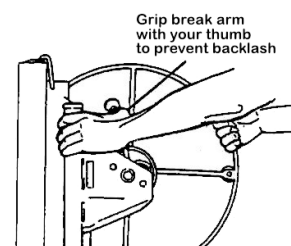

Figure 3
- b) Podnieś ramię hamulca do samej góry. Chwyć wciągarkę oraz przytrzymaj mocno kciukiem drążek hamulca, aby zapobiec jego odskoczeniu (Rys.3).